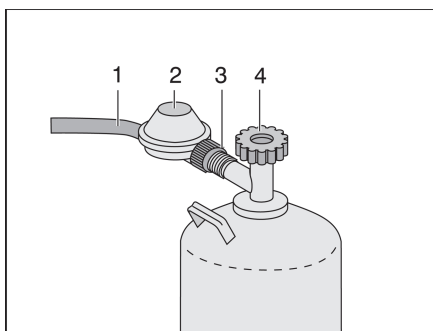

Fig. 182 Raccord bouteille de gaz
- Fermer le robinet principal (Fig. 182,4) de la bouteille de gaz. Observer le sens de la flèche.
- Maintenir le régulateur de pression du gaz (Fig. 182,2) et ouvrir la vis moletée (Fig. 182,3) (filetage à gauche).
- Retirer le régulateur de pression du gaz avec la lyre (Fig. 182,1) de la bouteille de gaz.
- Appliquer le régulateur de pression du gaz (Fig. 182,2) avec la lyre (Fig. 182,1) à la bouteille de gaz et serrer manuellement la vis moletée (Fig. 182,3) (filetage à gauche).
- Maintenir le régulateur de pression de gaz (Fig. 182,2) et ouvrir l'écrou moleté (Fig. 182,3) (filetage à gauche).
- Placer le régulateur du gaz (Fig. 182,2) avec le flexible de gaz (Fig. 182,1) sur la bouteille de gaz et serrer à fond l'écrou moleté (Fig. 182,3) (filetage à gauche).